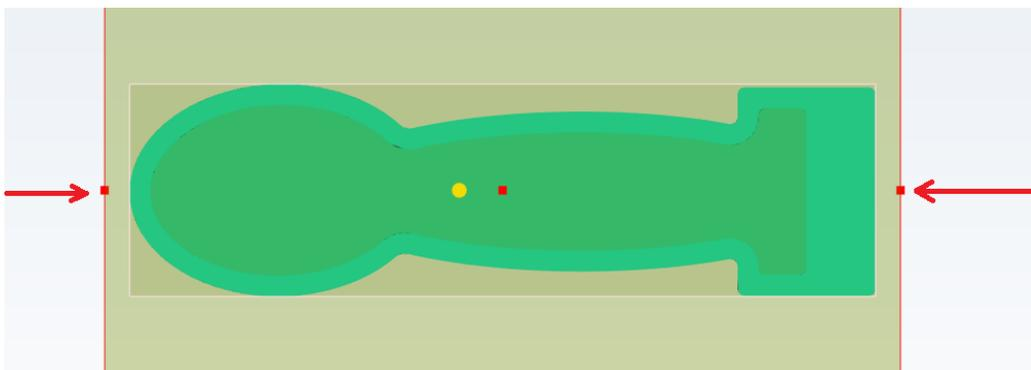
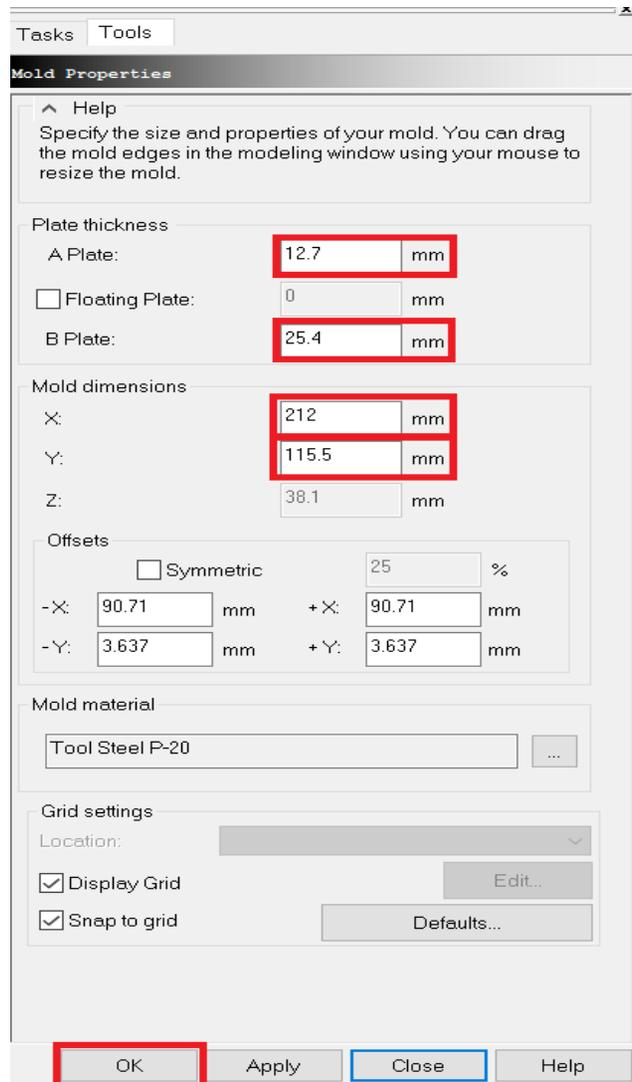

Figura 6.29 Definir tamaño del molde por arrastre de puntos.
Figura 6.28 Definir el tamaño del molde con coordenadas.
- Estas se pueden modificar colocando los valores numéricos (Figura 6.29) en la ventana o jalando las aristas de la pieza (están marcados con puntos rojos) (Figura 6.28).